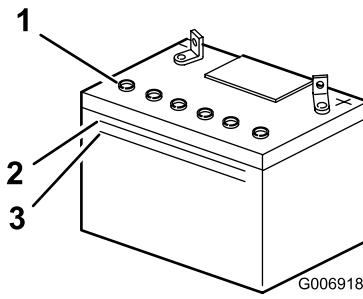

Figura 32
2. Guardate il fianco della batteria. L'elettrolito deve raggiungere la linea superiore (Figura 32).
Nota: Non lasciate scendere l'elettrolito sotto la linea inferiore (Figura 32).
2. Togliete i tappi di riempimento (Figura 32).
3. Versate lentamente dell'acqua distillata in ogni elemento della batteria, finché non raggiunge la parte inferiore del tubo (Figura 32).